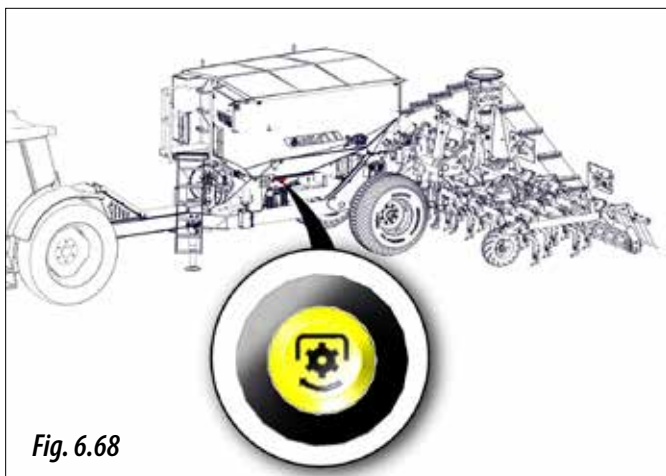

Fig. 6.68
**10-** Cu unitatea de control configurată. Țineți apăsat butonul de calibrare (Fig. 6.68) pentru a începe testul de calibrare.